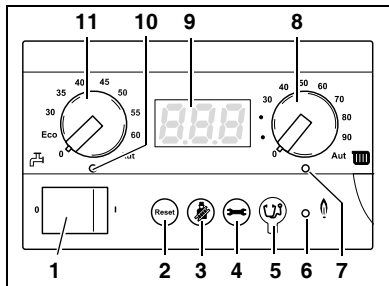

Fig. 6 Basiscontroller BC10
Med tasten "Statusindikator" (fig. 6, **pos. 4**) kan den aktuelle kedelvandstemperatur, det aktuelle anlægstryk osv. vises på displayet.
Her kan vvs-installatøren tilslutte et diagnosestik (service-tool) (fig. 6, **pos. 5**).
LED "Brænder" (On/Off) (fig. 6, **pos. 6**) lyser, når kedlens brænder er i drift, og slukkes, når brænderen slukker.